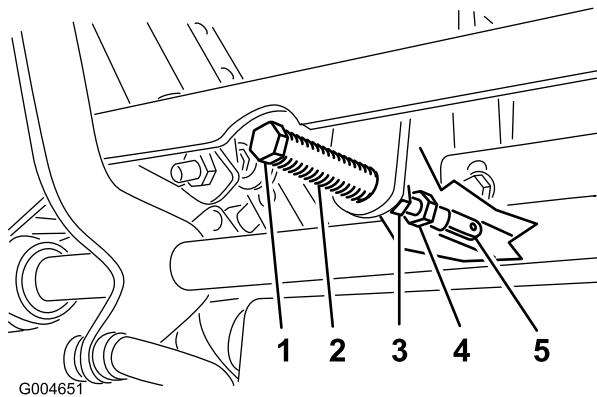

Figura 61
5. Puxe a alavanca para trás até que o passador de forquilha (no braço por cima do eixo da articulação) contacte a extremidade da ranhura (até começar a fazer pressão na mola) (Figura 61).
7. Se for necessário ajuste, solte a porca e a porca de segurança encostada à forquilha (Figura 61).
8. Aplique uma ligeira pressão para trás na alavanca de controlo de movimento, rode a cabeça do parafuso de ajuste na direcção adequada até que a alavanca de controlo fique centrada na posição de bloqueada em ponto-morto (Figura 61).
9. Apertar a porca e a porca de bloqueio (Figura 61).
9. Aperte as porcas de segurança nas juntas de esfera (Figura 61).